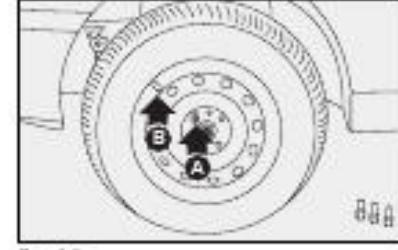

fig. 16
- Atarraxar apenas um dos parafusos A-fig. 16, em correspondência com a válvula de enchimento B-fig. 16..